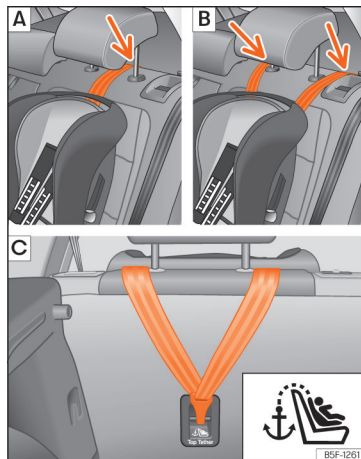
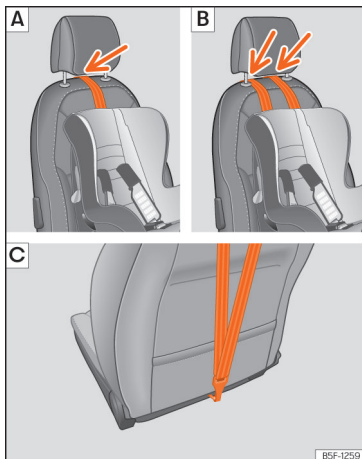

Abb. 34 Rücksitze: Einstellung und Einbau je nach Top Tether-Gurt.
Abb. 35 Beifahrersitz: Einstellung und Einbau je nach Top Tether-Gurt.
- Führen Sie den Gurt unter der Kopfstütze durch (in Abhängigkeit der Gebrauchsanweisungen des Kindersitzes ggf. Kopfstütze anheben oder entfernen) » » » **Abb. 34** [A]/[B], » » » **Abb. 35** [A]/[B].
- Den Haltegurt nach hinten führen und ordnungsgemäß in die Verankerung an der Rückseite der Sitzlehne einhaken » » » **Abb. 34** [C], » » » **Abb. 35** [C].